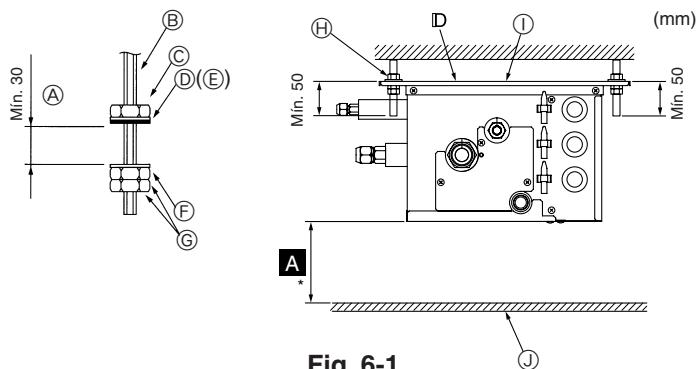

Fig. 6-1
- (2) Coloque as anilhas e as porcas (①, ②, adquira localmente) nos parafusos de suspensão. (Fig. 6-1)
- (3) Pendure a unidade nos parafusos de suspensão.
- (4) Aperte completamente as porcas (verifique a distância do tecto).
- (5) Utilize um nivelador para colocar a caixa de derivação na horizontal.